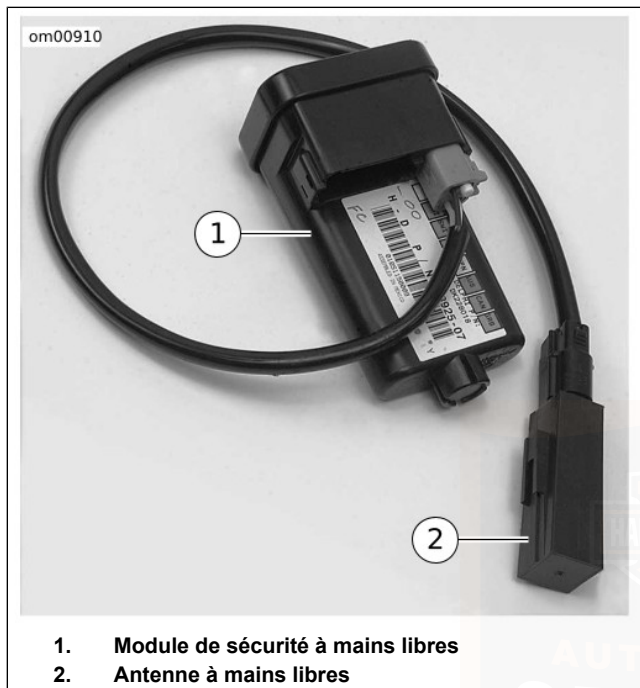

Figure 18. Module de sécurité avec antenne (illustré déposé)
Voir Figure 18. Le système de sécurité Smart de Harley-Davidson (H-DSSS) inclut un module de sécurité à mains libres (HFMS) (1) et une antenne à mains libres (2) montés sur la moto, et un porte-clés à mains libres **conservé** par le conducteur/passager.